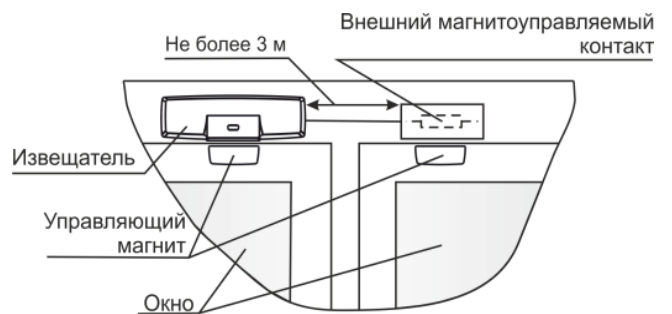

Рисунок 4
### 8.1.3 Вариант размещения извещателя на окне (рисунок 4)
- 4) Для контроля **встроенного и внешних** магнитоуправляемых контактов (рисунок 4) установить переключку на вилку **Ext**.